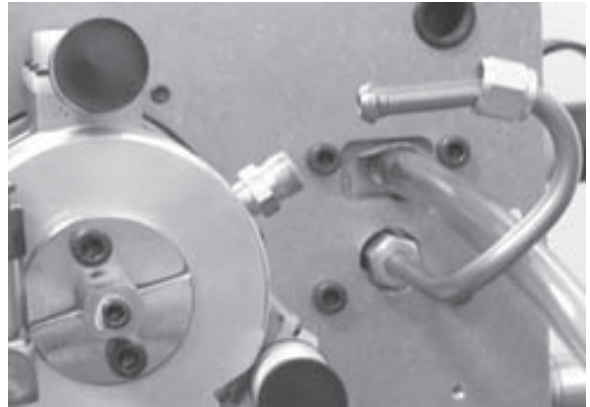

Figura 69.
5. Vedere la Figura 69. Con il gruppo pompa a cartuccia posizionato in modo da poter collegare il tubo ad alta pressione, collocare il gruppo nella copertura del serbatoio.